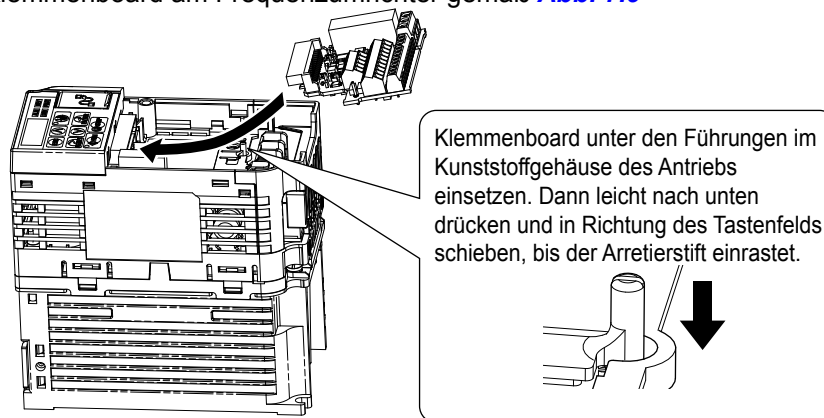

Abb. 7.9 Austausch des Klemmenboards
1. Tauschen Sie Klemmenboard am Frequenzumrichter gemäß Abb. 7.9